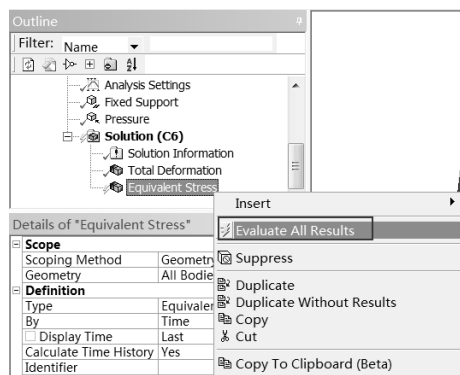

图 14-70 计算快捷菜单
Step6: 同 Step3, 在 Outline (分析树) 中的 Solution (A6) 选项上右击, 在弹出的快捷菜单中选择 Evaluate All Results 命令, 如图 14-70 所示, 此时会弹出进度显示条, 表示正在求解, 当求解完成后进度条自动消失。